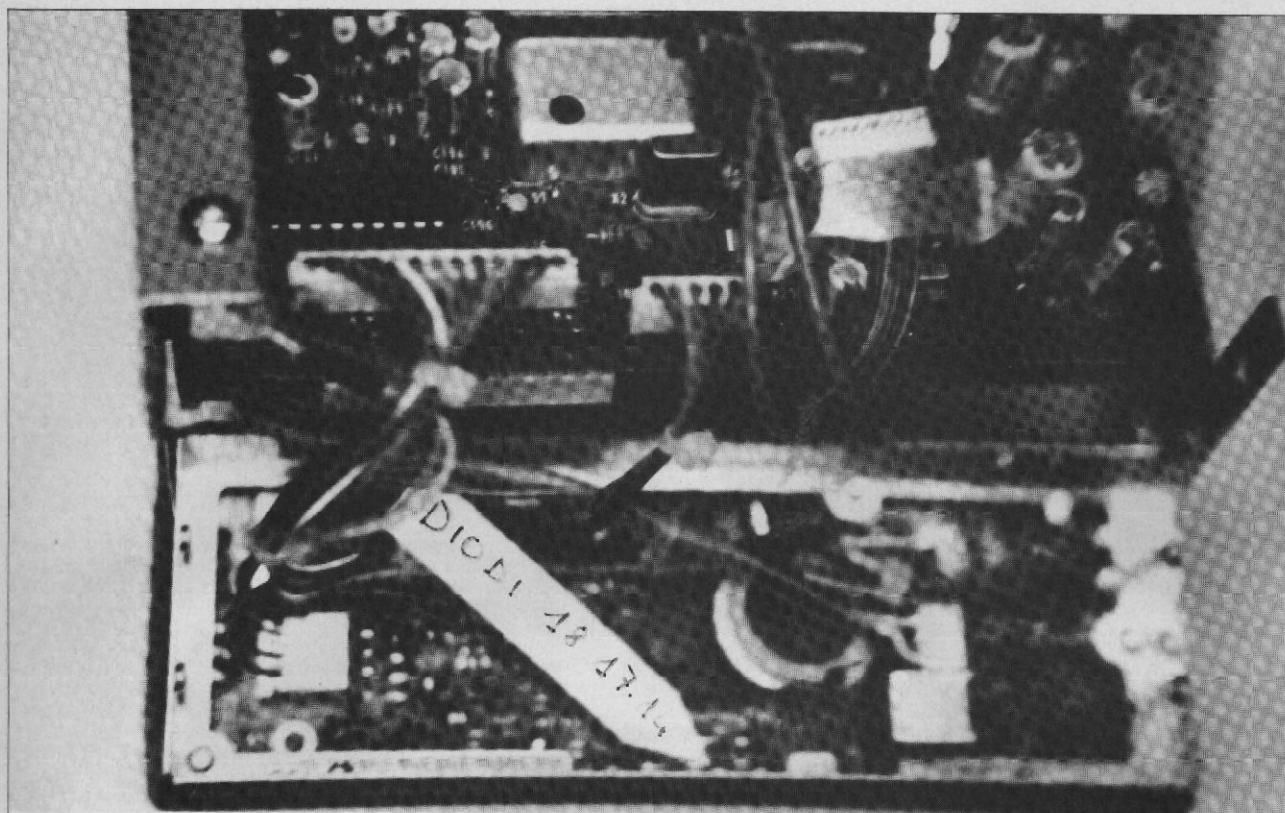

figura 5
- 1) dissaldare D 17 (figura 5 e 5a);